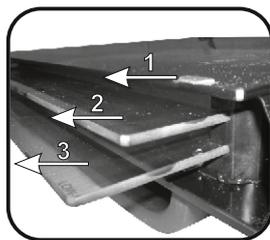

Figura 6
• * Per i forni pirolitici, rimuovere anche il secondo e il terzo vetro. (Figura 6)